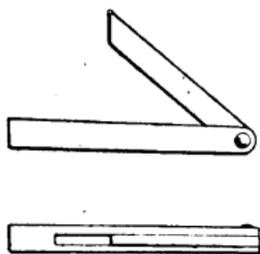

Fig. 198.
**FAUSSE ÉQUERRE SIMPLE** (fig. 198). — Sert à reproduire ou à ajuster les faces à angles variables,